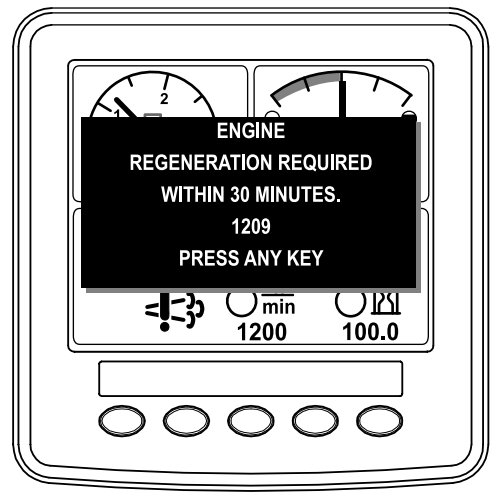

Bild 48
- Wenn Sie die Anforderung für eine geparkte Regenerierung (wird im InfoCenter angezeigt) ignorieren und die Maschine weiterhin einsetzen (Bild 48), sammelt sich eine kritische Rußmenge im Dieselpartikelfilter an.